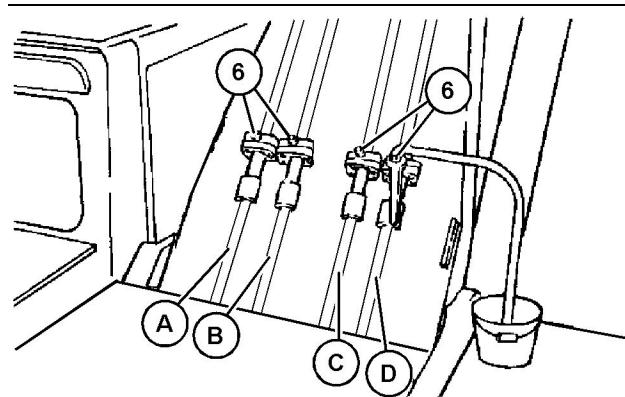

Ilustración 385
- (6) Tornillos de purga (si tiene)
- (A) Circuito A
- (B) Circuito B
- (C) Circuito C
- (D) Circuito D
**9.** Si los tornillos de purga están equipados, efectúe el siguiente procedimiento de alivio de presión para cada circuito del brazo y del cucharón. Consulte la Ilustración 385 y la tabla 76 para ver las ubicaciones de los circuitos del brazo y del cucharón.